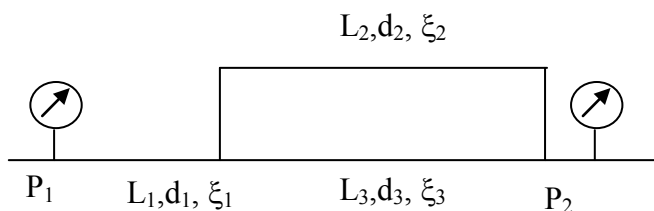

Рисунок 9.5
**9.2.4** Визначити витрати в кожній з гілок трубопроводу з латунних труб, якщо манометр на вході показує  $P_1 = 6$  атм, на виході –  $P_2$  (рис. 9.5). Характеристики першого трубопроводу: